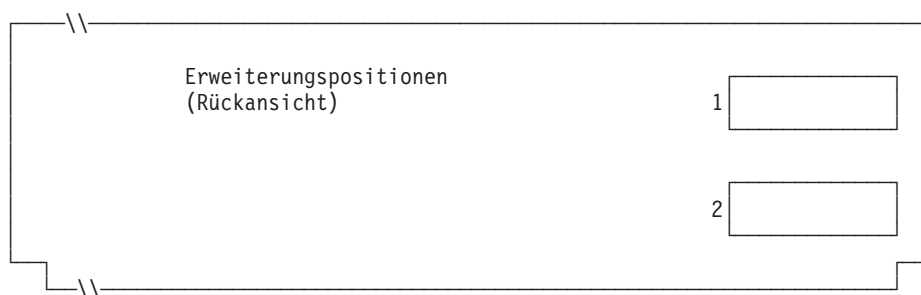

Abbildung 123. Rückseite der Kombination Handelscomputer/Datenkasse IBM 4694-3x7
4. In Abb. 123 auf Seite 355 jede Erweiterungsposition, in der ein Dual-Asynchronadapter zur **Benutzung durch die Kassenprogramme** installiert ist, mit einem X kennzeichnen. Sind die Adapter zur Benutzung durch andere Anwendungen (als die Kassenprogramme) vorgesehen, keine Kennzeichnung vornehmen.